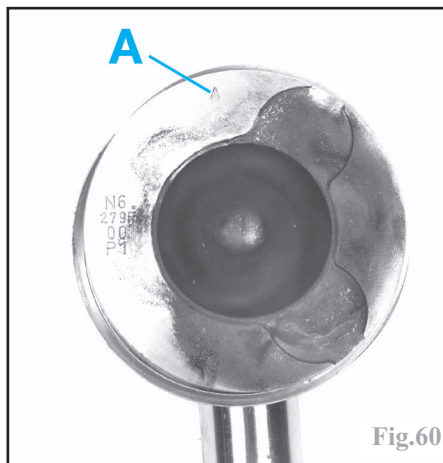

Fig.60
Mettre en place chaque ensemble bielle-piston huilé et apparié dans le bloc-cylindres à l'aide d'un collier à segments (ensemble n°1 côté volant moteur) et orienter la flèche (A) côté distribution (Fig.60) (les empreintes des soupapes se trouvent côté échappement).